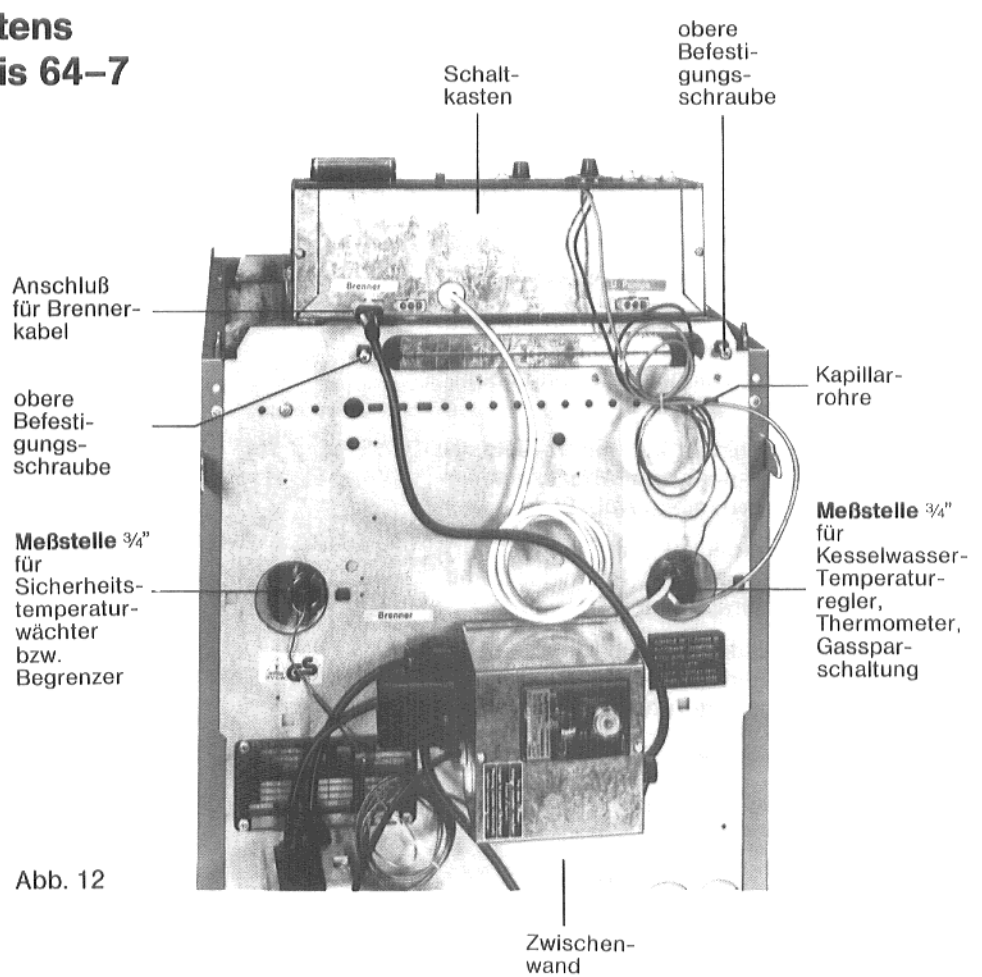

Abb. 12
- **Schaltkasten** auf den Kessel legen (Abb. 12).
- **Sicherungsschraube** in die Tauchhülse eindrehen, so daß die Fühler nicht herausrutschen können (Abb. 12).
Brennerkabel nach Kennzeichnung am Schaltkasten stecken (Abb. 12 u. 13).
- Obere Befestigungsschrauben in die Zwischenwand eindrehen (Abb. 12).